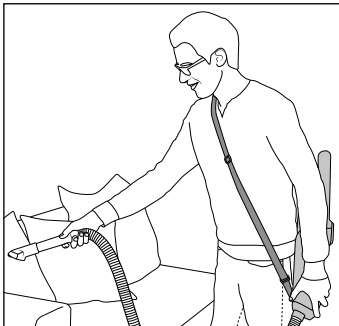

Abb. 12
- ▶ Wir empfehlen Ihnen den Tragegurt ⑦ über Ihren Kopf auf eine Schulter abzulegen (siehe Abb. 12).